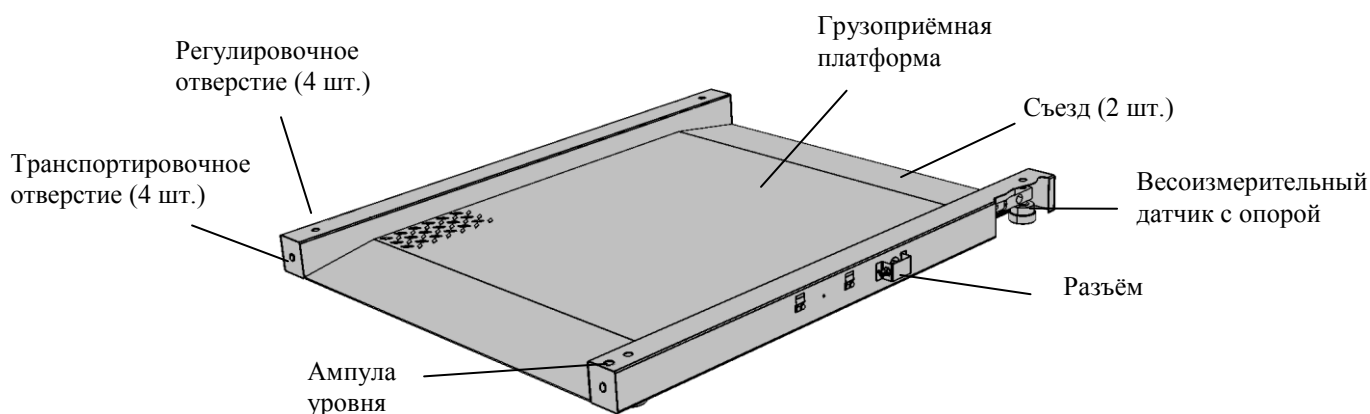

Рис. 5.1 - Модуль взвешивающий 4D-LM
5.1.1 Модуль взвешивающий представляет собой единую конструкцию из рамы и грузоприёмной платформы с двумя съездами. В состав модуля входят четыре цифровых весоизмерительных датчика с опорами (Рис. 5.1).